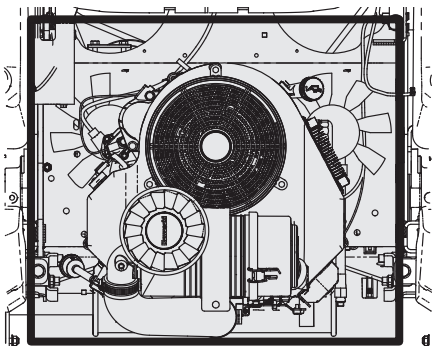

Fig. 28
- Nettoyez le collecteur d'échappement, les fusibles, tous les câbles et faisceaux, le tuyau du silencieux, le bouclier du silencieux, les grilles d'admission du moteur et les ailettes de refroidissement, etc (Fig. 28).